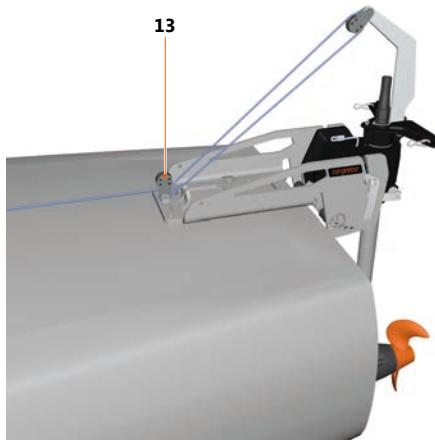

Fig. 65: Kabeltrek 1103 AC modellen
1. Haak de karabijnhaak van de zwenklijn (11) in de zwenkarm (12).
2. Haal de zwenklijn (11) door van beide geleidingen (10).
Bij het model 1103 AC moet de zwenklijn (11) door de kabeltrek worden geleid, zie "Fig. 65: Kabeltrek 1103 AC modellen".
- Bevestig de zwarte kraal aan het uiteinde van de zwenklijn (11).